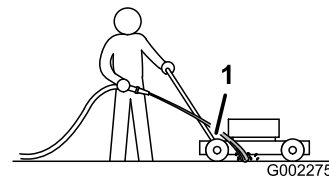

Figure 33
3. Tenez le tuyau d'arrosage à hauteur du guidon et dirigez le jet d'eau vers le sol, juste devant la roue arrière **droite** (Figure 33).